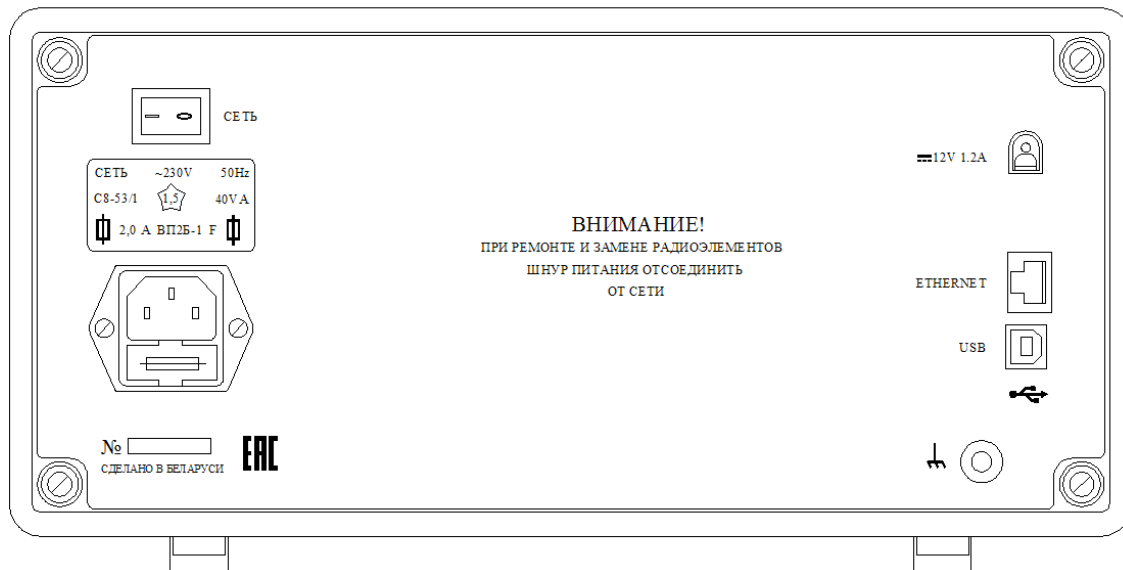

Рисунок 2.3 – Задняя панель осциллографа
- кнопка "МЕНЮ" (4) – включает/выключает главное меню осциллографа;
2.3.10 На задней панели расположены (рисунок 2.3):